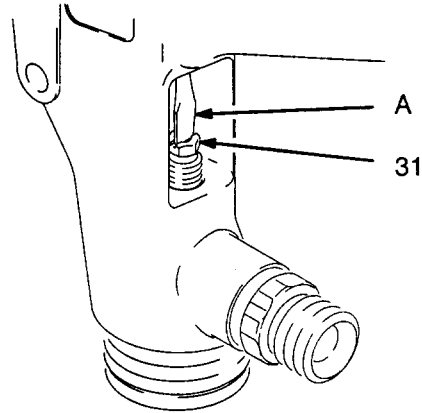

Fig. 2
5. Demonter væskejusteringsskruen (8) og væskefjæren (16).
6. Trekk væskesnålen (21) bakover ut av pistolen.
8. Demonter væskejusteringsmutteren (6), fjæren (15) og luftventilen (14).
9. For å demontere pakningsjusteringsskruen (31), stikk en flat skrutrekker (A) gjennom pistolen bakfra og inn i pakningsjusteringsskruen (31), som vist på Fig. 2.